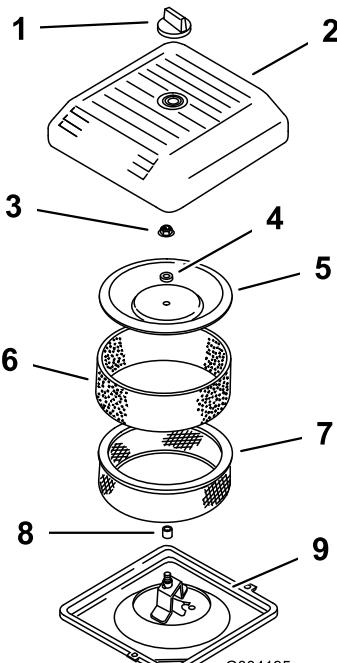

Figura 43
3. Svitate la manopola e togliete il coperchio del filtro dell'aria (Figura 43).
4. Fate scorrere attentamente il prefiltro in schiuma sintetica fuori dall'elemento di carta (Figura 43).
5. Svitate il dado del coperchio e togliete il coperchio, il distanziale e il filtro di carta (Figura 43).
2. Montate il gruppo filtro dell'aria sulla relativa base (Figura 43).
3. Montate il coperchio, il distanziale e fissatelo con il dado del coperchio (Figura 43). Serrare il dado ad una coppia di 11 Nm.
- Montate il coperchio del filtro dell'aria e fissatelo con la manopola (Figura 43).